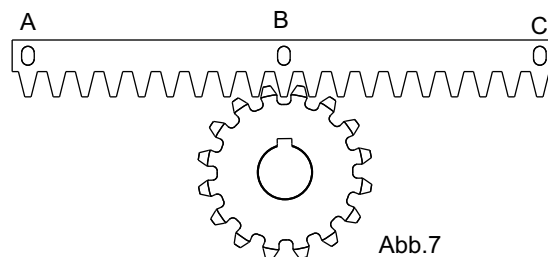
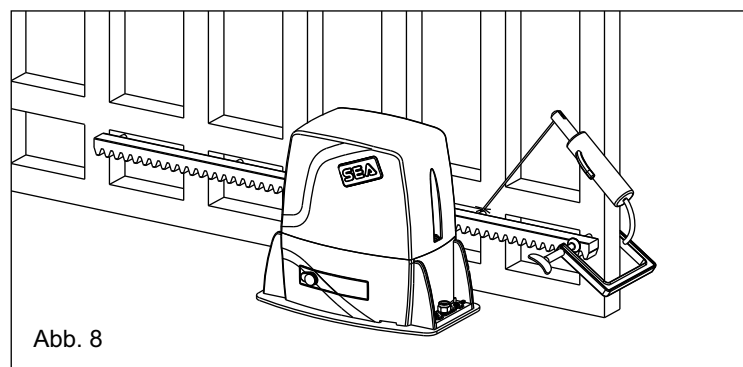

Abb. 7
Abb. 8
5.3. Das Zahnstangenelement auf das Zahnrad des Antriebs lehnen, sodass es parallel zur Bodenschiene des Tores liegt, wie in Abb. 7 positionieren und den mittleren Stift an die Torstruktur festschweißen (Abb.8).